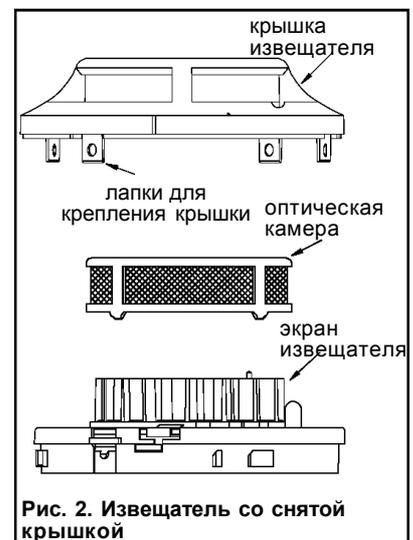

Рис. 2. Извещатель со снятой крышкой
- Снимите крышку извещателя, для чего при помощи маленькой отвертки с плоским шлицем осторожно ослабьте каждую из четырех лапок, которые удерживают крышку на своем месте (рис. 2).
- Снимите экран извещателя, осторожно сдвигая его вертикально вверх (рис. 2).